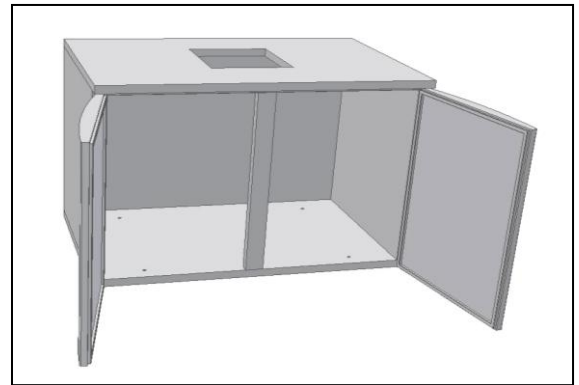

Fig. 9
- Fijar el **pilar** al panel de la encimera y del fondo (Fig. 9);